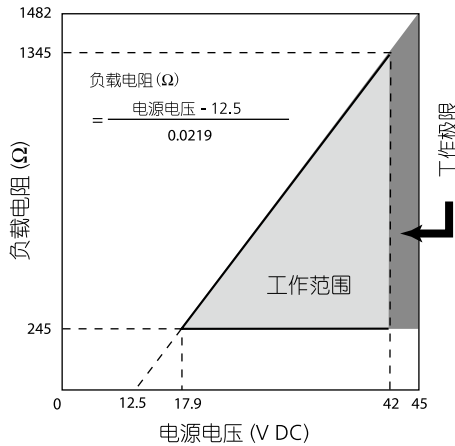

图 3 电源电压和负载电阻特性
17.9 到 42V DC。具有反极性保护。回路负载电阻必须等于或大于 250 Ω。见图 3。